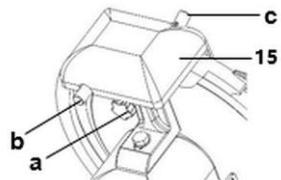

Fig. 10
7. Maintenir pressé la touche (b, fig. 10) de l'aigiseur à l'arrière du dispositif (1) et laisser fonctionner l'appareil pendant env. 60 secondes, de manière à ce qu'un morfil se forme sur la lame.